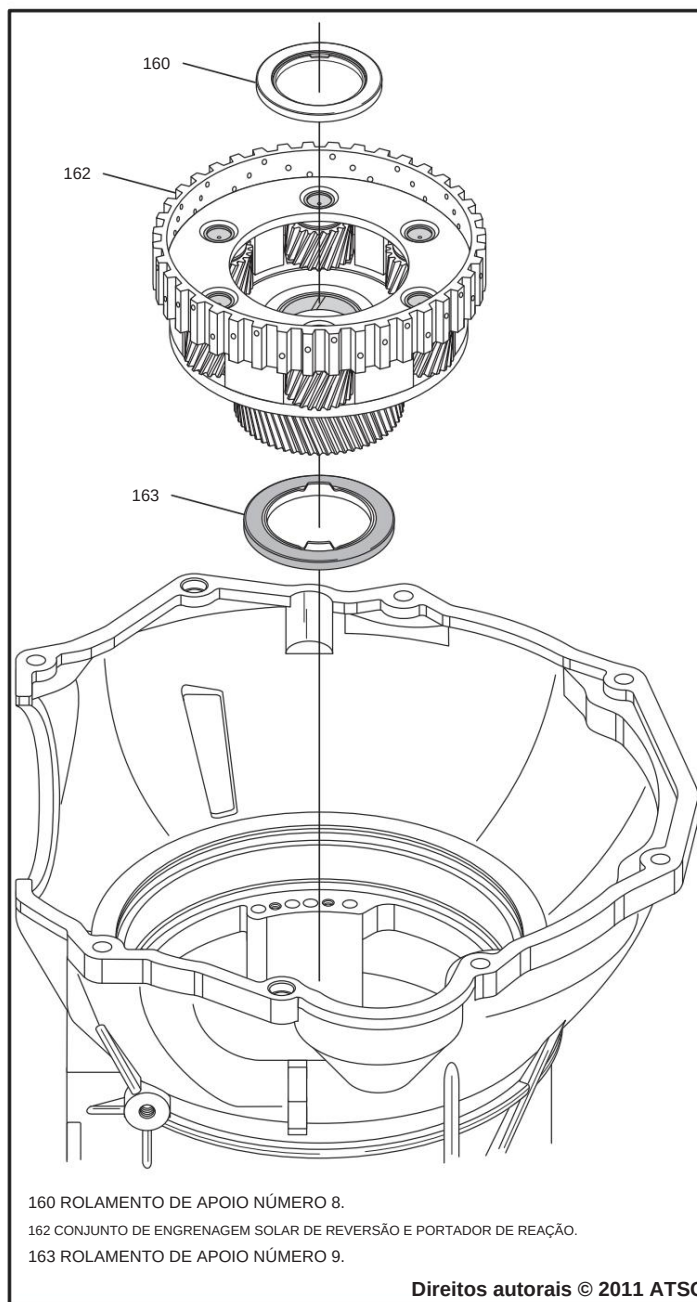

Figura 51
38. Remova o mancal de encosto número 8 e o suporte de reação/engrenagem solar reversa, conforme mostrado na Figura 51.
39. Remova o mancal de encosto número 9, conforme mostrado na Figura 51.